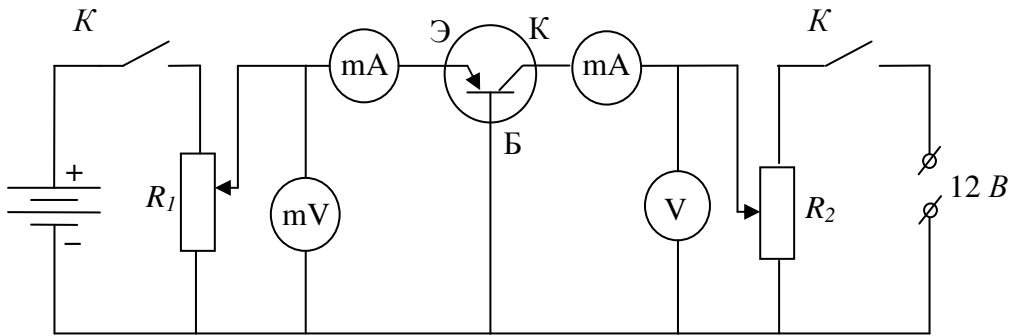

Рисунок 4.2. – Схема лабораторной установки
2. Собрать установку по схеме (рис.4.2).